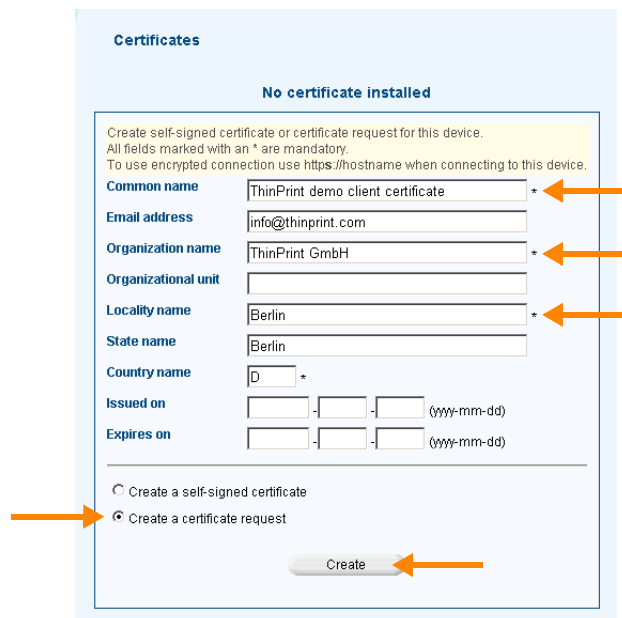

Bild 25 Webseite des ISD300: CERTIFICATE A CERTIFICATE REQUEST wählen
- Wählen Sie CREATE A CERTIFICATE REQUEST (Bild 25).
- Füllen Sie dann zumindest die Pflichtfelder aus, die mit einem * gekennzeichnet sind. Hier können Sie auch eingeben, wie lange das Client-Zertifikat gültig sein soll. Klicken Sie dann auf den Button CREATE (Bild 25).